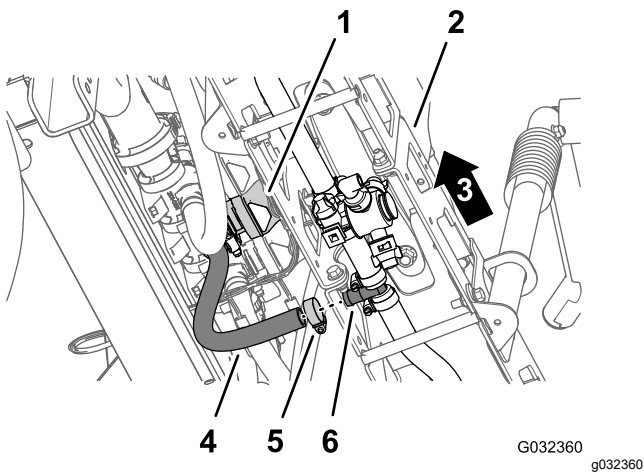

Figura 38
- Debajo de la sección de brazo central, retire la abrazadera que sujeta la manguera de suministro de la sección de brazo al conector en T dentado (Figura 38).